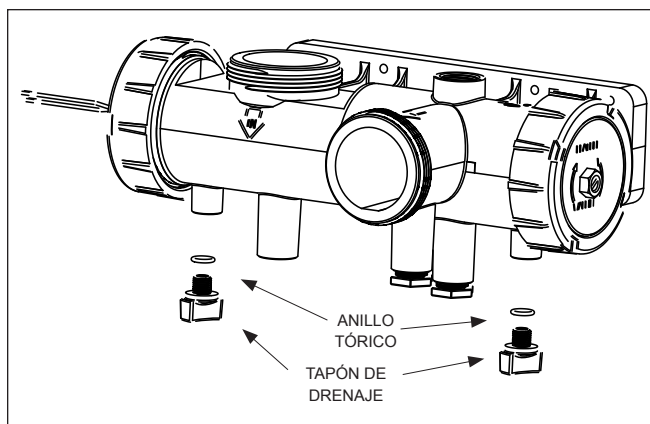

Figura 35. Drenaje del calentador
6. Ubique el tornillo de ajuste del bypass en el lado derecho del cabezal, véase Figura 35. Afloje la tuerca de manera que el tornillo se pueda ajustar. Es posible que haya un ligera gotera por la tuerca. Gire el tornillo en sentido contrario de las agujas del reloj para disminuir el aumento de temperatura, y en sentido de las agujas del reloj para incrementar el aumento de temperatura, según se necesite de acuerdo con los parámetros señalados en la Tabla 8. Después del ajuste, apriete la tuerca de manera de que no haya fugas.
4. Saque los tapones de drenaje de la entrada y salida del colector y del cabezal de retorno, véase Figura 35 y Secciones 11.3 y 11.4, vista ampliada, y drene el calentador completamente antes de la primera helada.